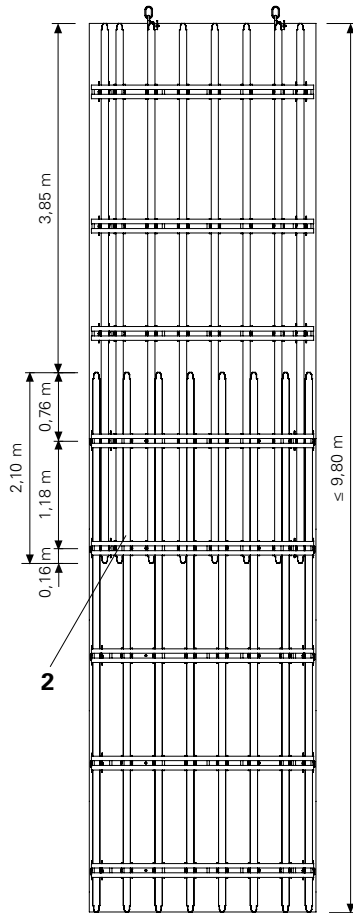

Fig. B10.04
Con vigas de solapado (2) para alturas hasta 9,80 m. (Fig. B10.04)